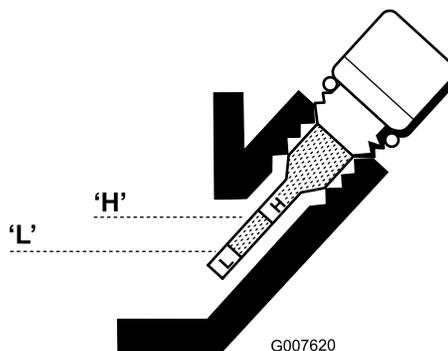

図 35
5. ゲージをウェスできれいに拭き、もう一度差し込む。ゲージはねじ込まずに差し込む。ディップスティックをもう一度抜きとって、オイルの量を点検する。量が不足している場合には、ゲージの読みが H と L の間になるまで、必要量だけオイルを補給する図 35。油量を確認する。入れすぎないこと。